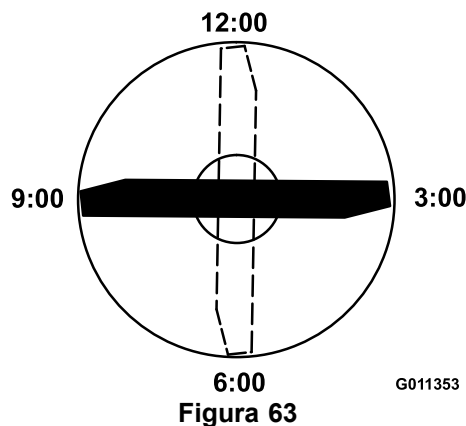

Figura 63
sentido de la siega) (Figura 63) y mida la altura desde la mesa hasta el filo de corte de la cuchilla.
5. Gire el extremo marcado de la cuchilla a las posiciones de las 3 y de las 9 (Figura 63) y mida las alturas.